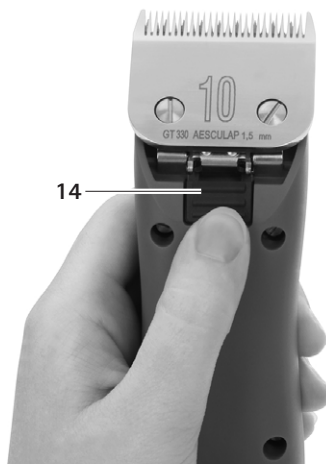

Fig. 3
- Presionar el bloqueo del cabezal de corte 14, ver Fig. 3.